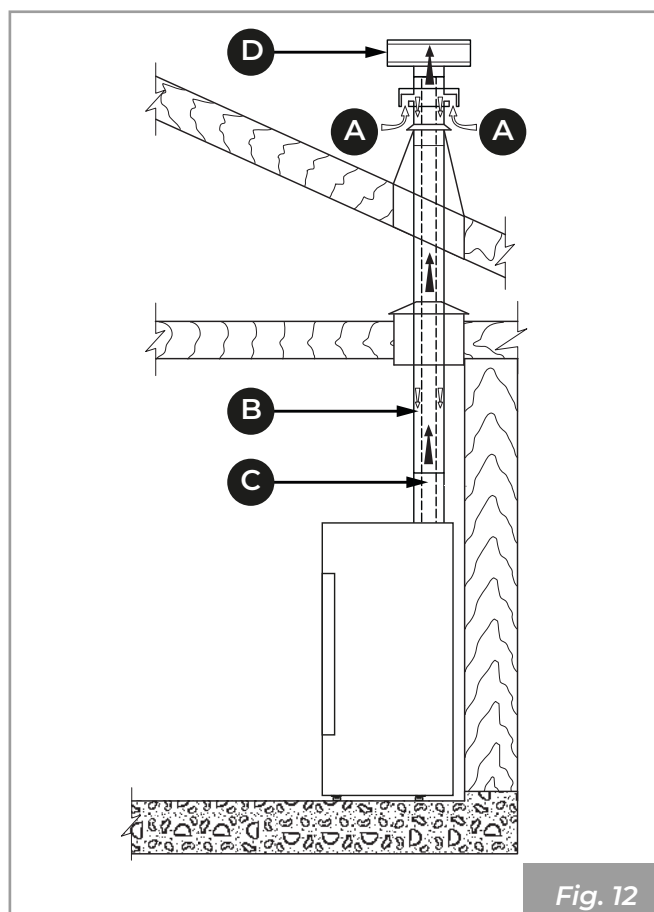
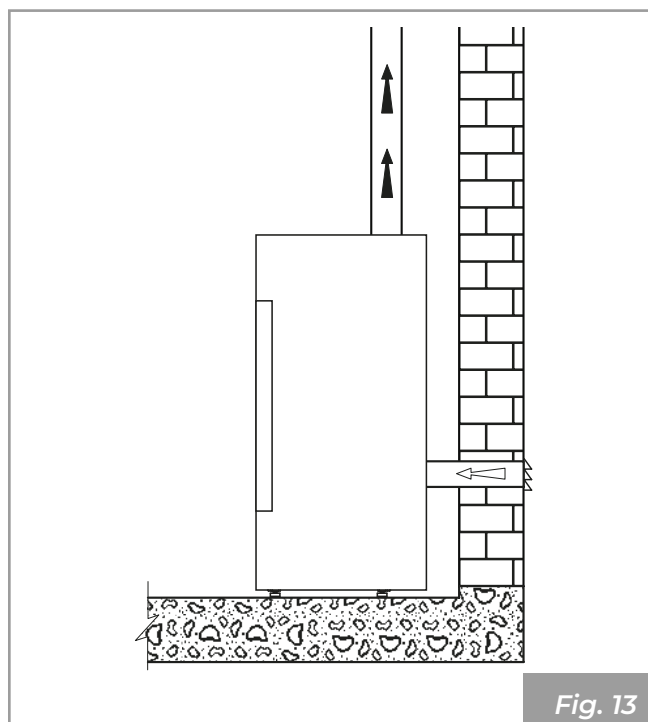

Fig. 12
Fig. 13
- provenire direttamente dall'esterno con collegamento diretto alla camera di combustione (**Fig. 12 - Fig. 13**).
- canalizzare l'aria comburente sfruttando un tubo di scarico coassiale per l'espulsione dei fumi e il prelevamento dell'aria (**Fig. 12 - A, B = Ingresso aria, C, D = Uscita fumi**); pertanto non è necessario fare una classica presa d'aria nel locale.
- collegare l'ingresso dell'aria comburente dell'apparecchio alla presa d'aria con un apposito condotto (**Fig. 13**).